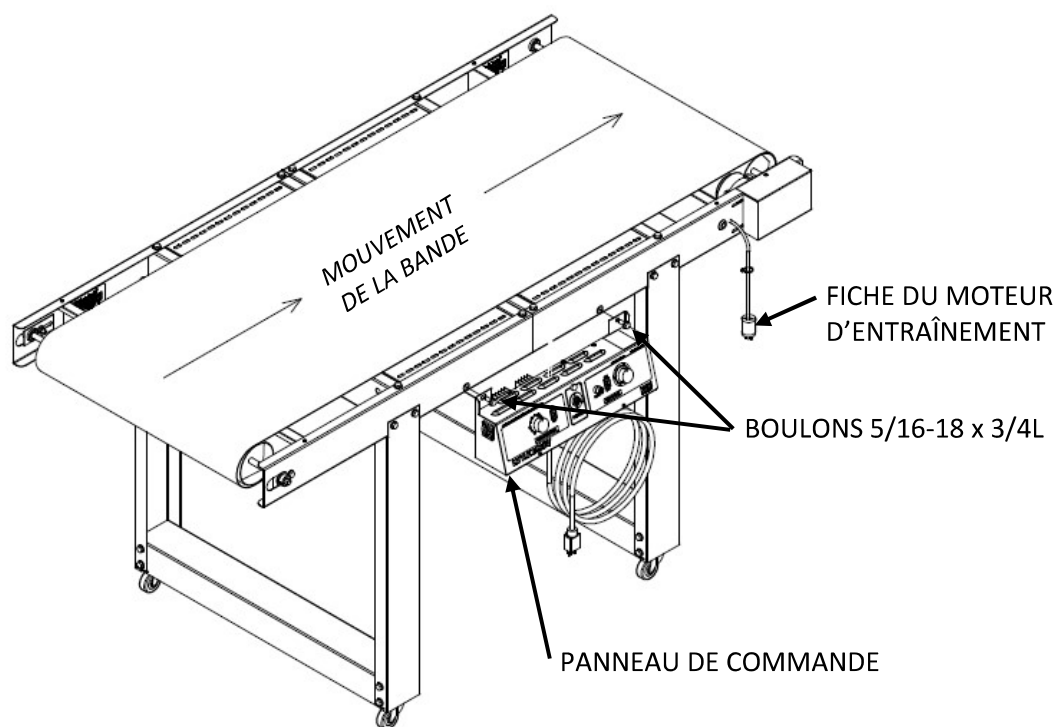

Figure 5
1. Utilisez deux **BOULONS 5/16-18 x 3/4L** pour fixer le **PANNEAU DE COMMANDE** au **CONVOYEUR** (voir **Figure 5**).